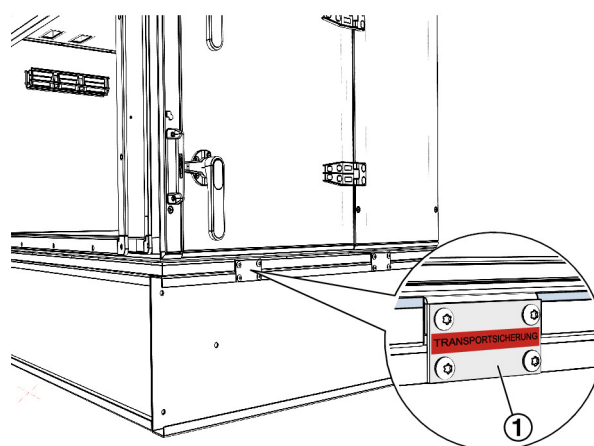

Abb. 10: Transportsicherung bei Geräten mit Vibration Baseframe
1. ▶ Schrauben an den Transportsicherungen (Abb. 10 /1) mit Werkzeug (TX30) lösen und die Bleche entfernen.